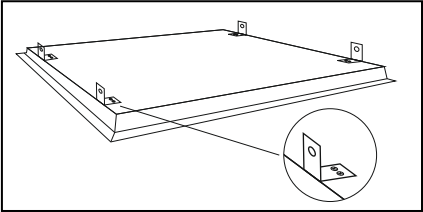

Рис. 2
- 5.11 Установите с помощью болтов монтажные скобы (идущие в комплекте поставки) на корпусе осветительного прибора (рис. 2).